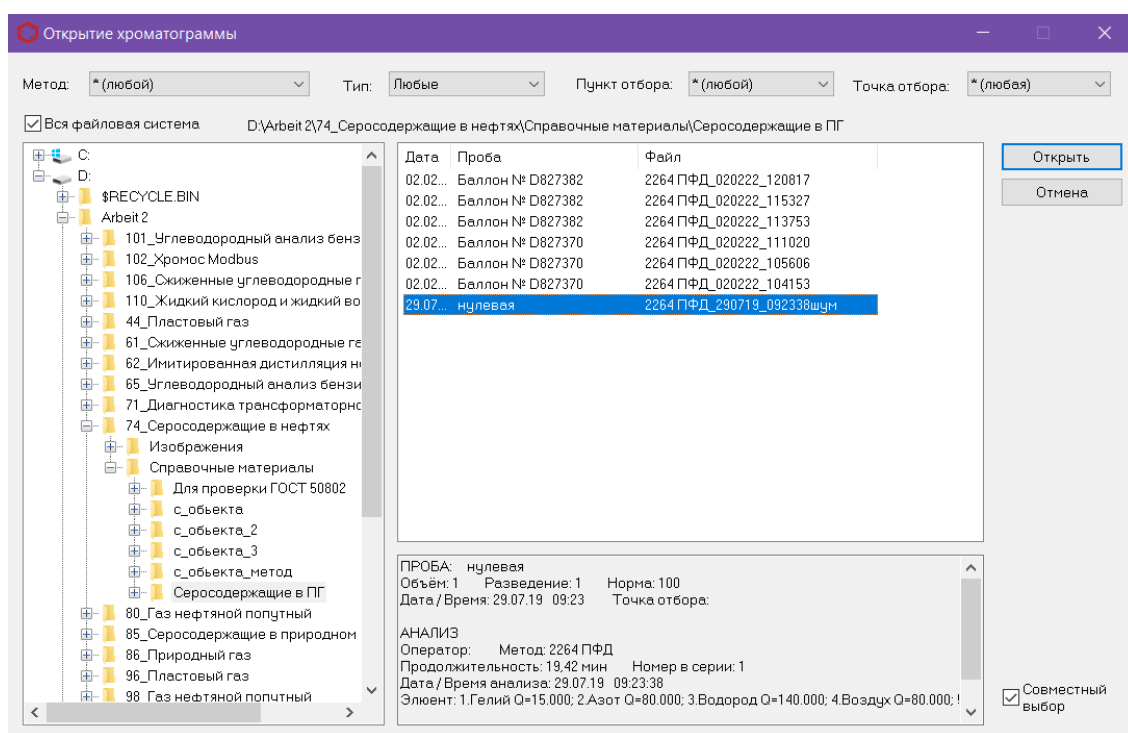

Рис. 7. Окно «Открытие хроматограммы»
1. Нажмите **Добавить**. Откроется окно *Открытие хроматограммы* (Рис. 7).